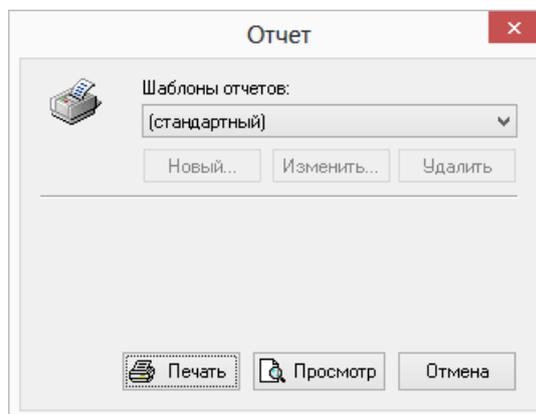

Рисунок 16.20. Диалог создания отчета
2. Нажмите кнопку . Появится диалог создания отчета. (см. Рисунок 16.20, «Диалог создания отчета»).